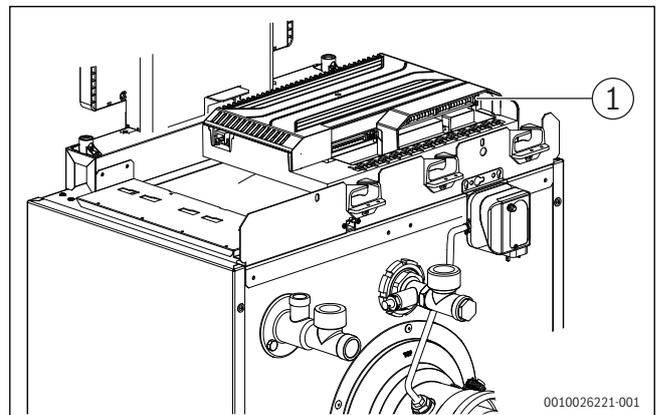

Bild 26 Netzanschluss herstellen
- Netzanschluss über die Klemme an IN - Netzeingang herstellen (→ Bild 26, [1]).